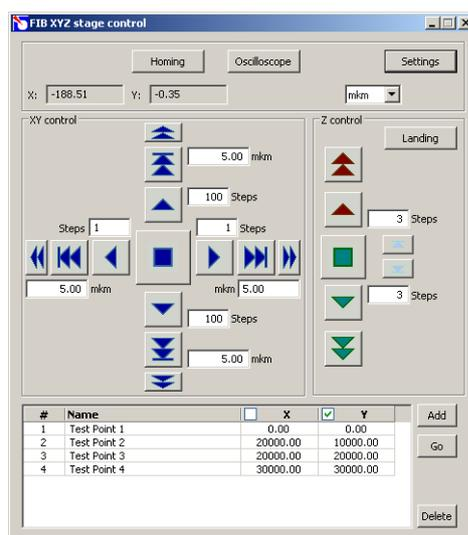

Рис. 11-1. Окно программы управления XYZ stage control
После успешного запуска на экране появится окно программы управления XYZ stage control (Рис. 11-1).
2. Опустите опорные площадки координатного стола в крайнее нижнее положение, щелкнув на кнопке  на панели **Z control** (Рис. 11-1).